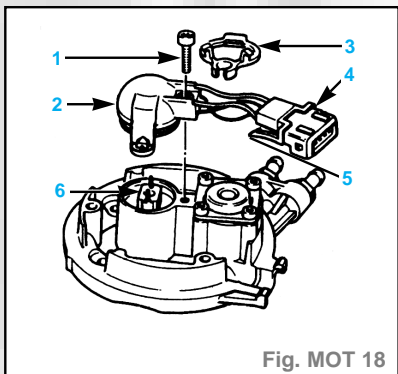

Fig. MOT 18
- Débrancher le connecteur (4) (fig. MOT 18).
- Enlever la vis (1) et soulever le cabochon (2).
- Dégager les fils du support (3).
- Sortir (fig. MOT 18) :
- le connecteur (4) après avoir dégagé les crochets (5),
- l'injecteur (6) de son logement (il est maintenu que par les joints toriques).